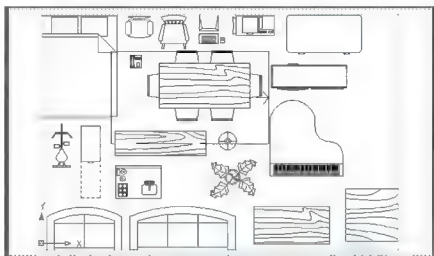

图 1.15 改变视图控制框的大小
(2) 单击, 视图控制框中的“×”变成一个箭头, 移动鼠标可以改变视图控制框的大小, 如图 1.15 所示。